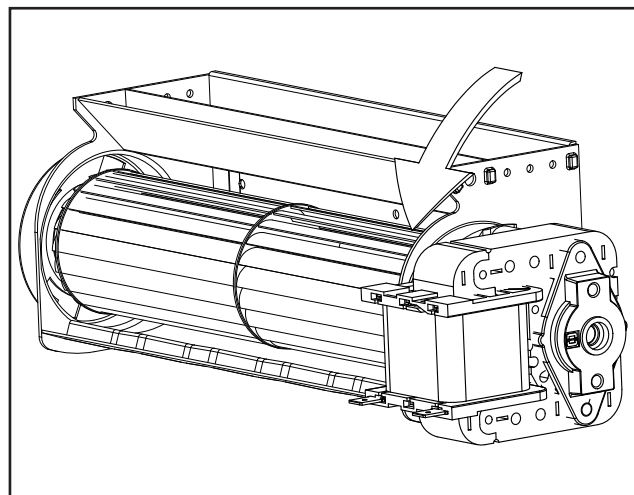

Figure 35: Position finale du moteur
- Une fois positionné correctement, poussez le moteur dans les fentes et tournez-le dans le sens horaire pour le verrouiller en place (Figure 35).
8. Installez les entretoises pour bûches de GPL sur chacune des broches de bûches des brûleurs comme indiqué dans les figures 35 et 36.